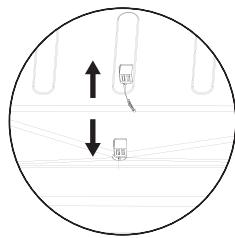

Fig. 1
- For at sikre korrekt afløb af afrimt vand skal du regelmæssigt rengøre afløbet til vand fra afrimningen med afløbsfilteret fra tilbehørsposen. Du finder afløbet på bagvæggen af kølerummet (se fig. 1). Lad altid afløbsfilteret sidde i afløbet for at forhindre eventuelt snavs i at blokere afløbet.